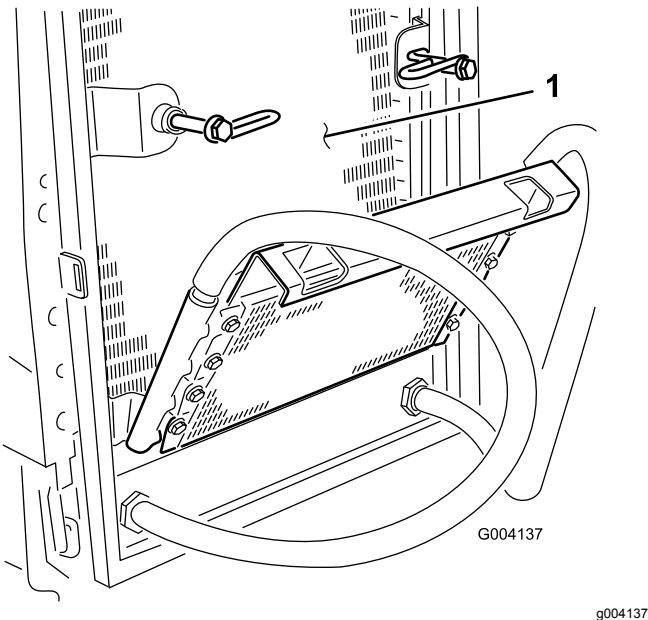

図 81
6. オイルクーラとラジエターの裏表を図 81 圧縮空気で丁寧に清掃する。